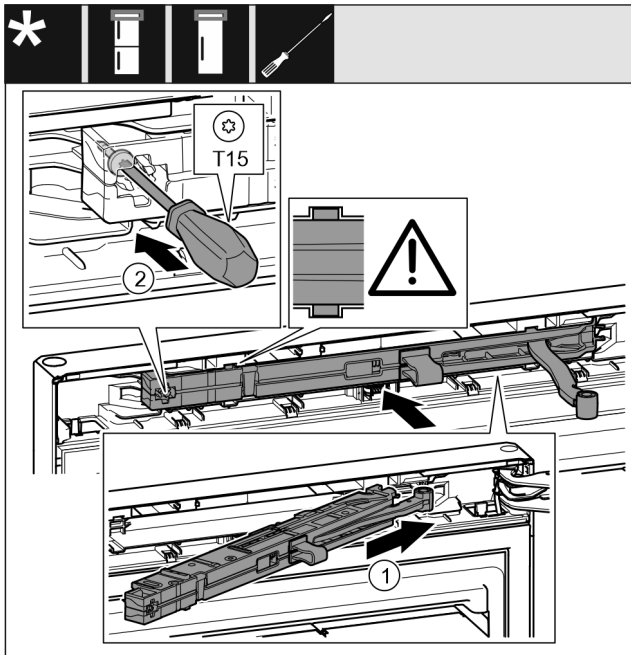

Fig. 24
- ▶ Gurnite jedinicu prigušivača zatvaranja Fig. 24 (1) na strani podloška ležaja do graničnika koso u izrez.
- ▶ Odvijačem pritegnite vijak Fig. 24 (2).